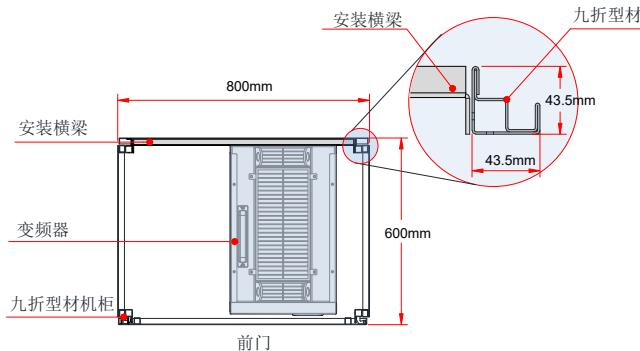

图 3-15 200kW ~ 400kW 机柜俯视示意图
1、建议机柜柜体采用九折型材机柜（PS 机柜），九折型材截面如放大图如图 3-15 所示；